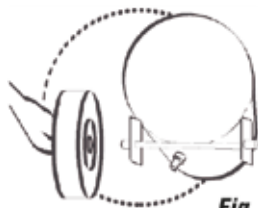

Fig. 4
1. Coloque las ruedas en los ejes del compresor hasta llegar al tope. Posteriormente coloque las rondanas y los pasadores en el agujero del eje de la rueda. (Asegúrese de abrirlo manualmente para que ejerza presión y no se salga) (Figs. 4, 5 y 6) (Figs. 4, 5 y 6)